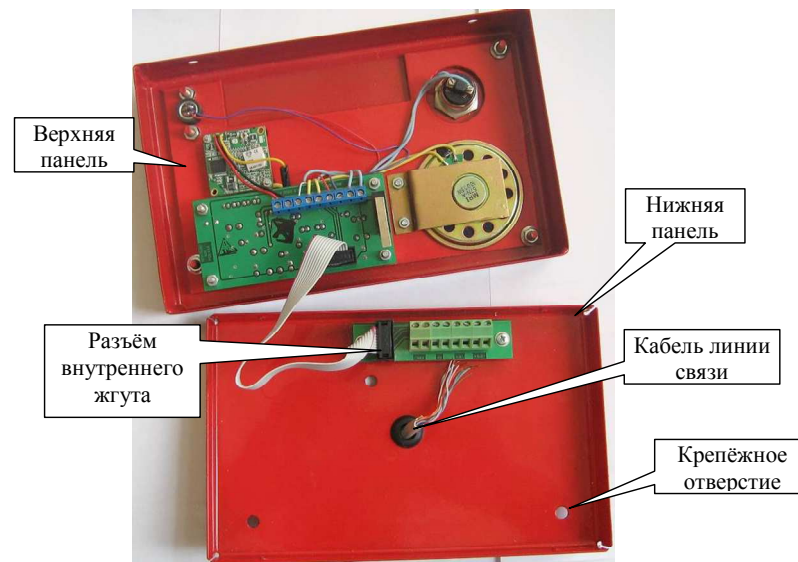

Рисунок 1. Подключение к УЭВ исп.1.
1.8 УЭВ исп.1 (рис.1) предназначен для установки внутри помещений, выполнен в металлическом корпусе. УЭВ исп.2 (рис.3) может устанавливаться вне помещений.
- Открутите 4 винта, скрепляющих верхнюю и нижнюю панели. Разъедините панели корпуса УЭВ и отсоедините разъём внутреннего жгута от нижней панели (рис.1 приложения),
- Произведите на клеммной колодке монтаж цепей (питания «+24В -24В», видео «+В-В», громкоговорителя «ГР ГР», микрофона «+МК -МК») кабелем типа «витая пара» КВП-4х2х0,52 как указано на рис.1 приложения. **Монтаж производить при отключенном напряжении питания.**